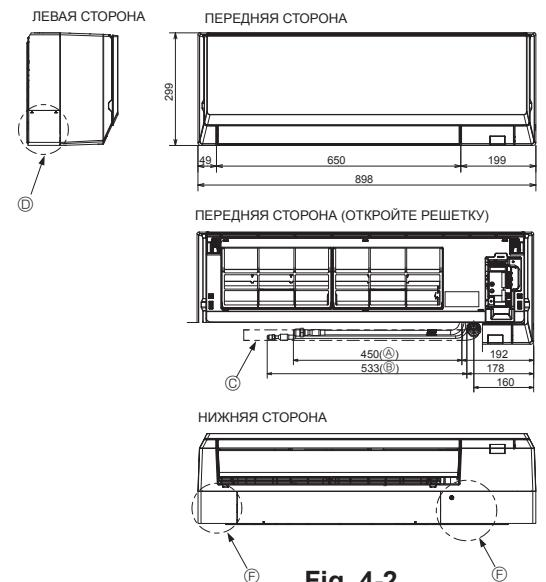

Fig. 4-2
4.2. Выбор расположения труб хладагента и дренажных труб (Fig. 4-2)
- Ⓖ Монтажная плата ①